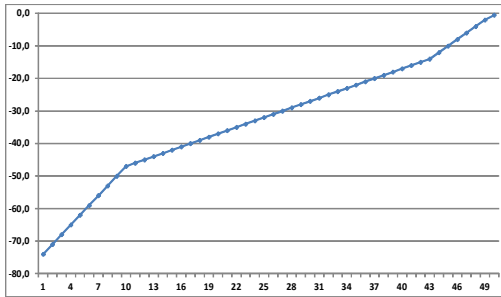

fig. 3
3. Courbe #3 - Cette courbe optimise l'écoute à mi-volume (fig. 3).